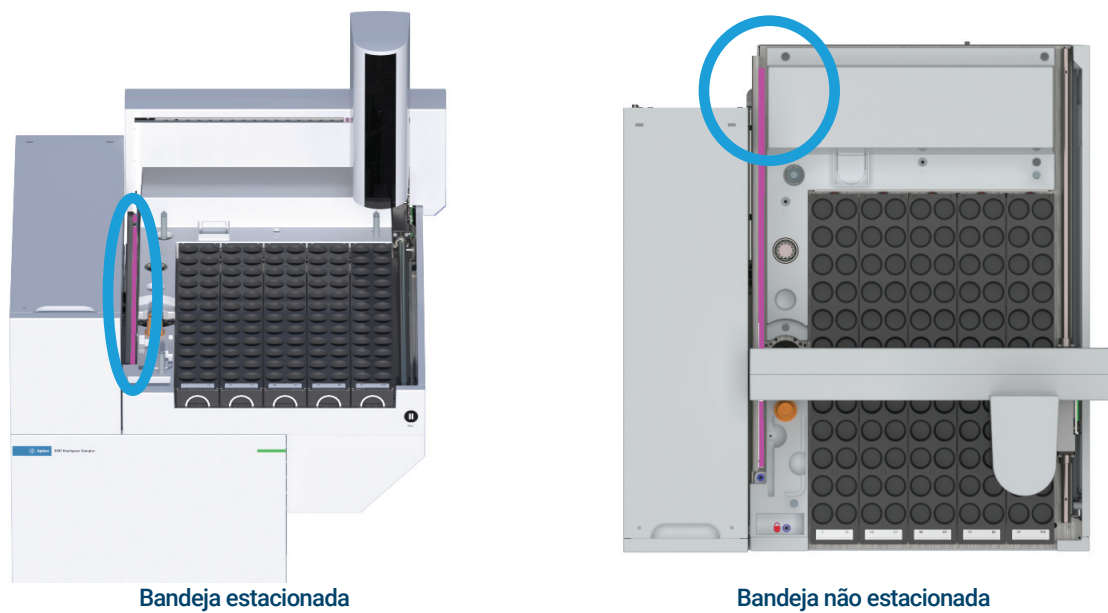

Figura 29. Eixo X, realçado em rosa
- 2 Limpe a pista mostrada **Figura 29** com um pano limpo ou toalha de papel umedecida em água.